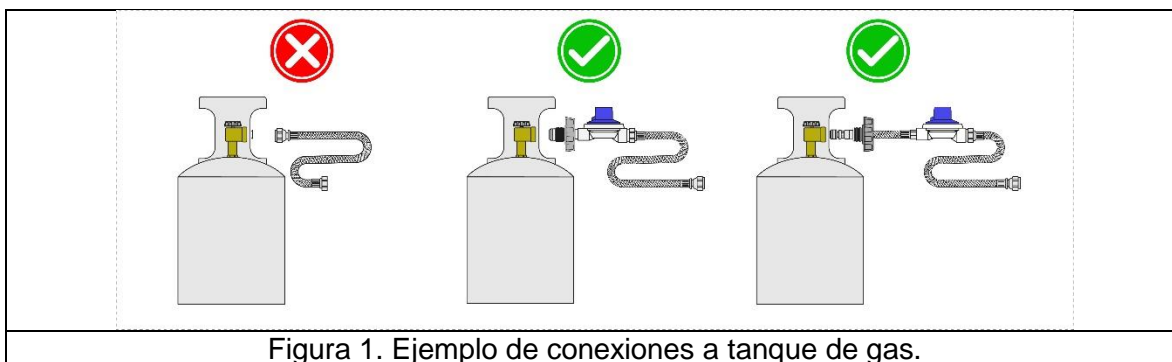

Figura 1. Ejemplo de conexiones a tanque de gas.
1.2.1.2 Para conexiones directas a un tanque de gas, utilice solamente los conectores flexibles de alta presión con punta pol y tuerca izquierda, tipo "pig tail". (Ver Figura 1)